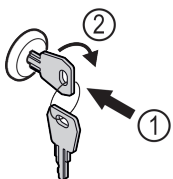

Fig. 125 Примерное изображение
- ▶ Вставьте ключ Fig. 125 (1).
- ▶ Поверните ключ на 90° по часовой стрелке Fig. 125 (2).